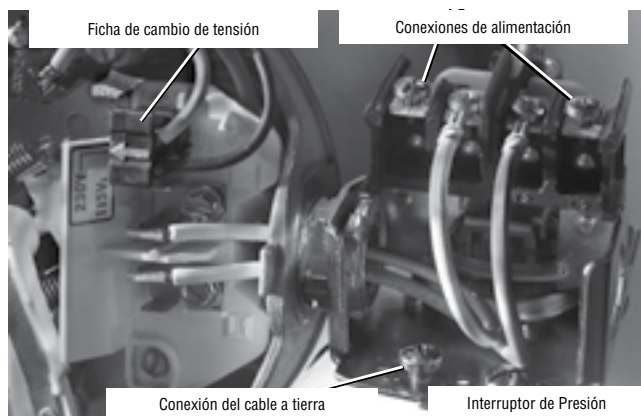

Figura 14: Tensión configurada para 230 V, tipo ficha.
4. Conecte los conductores de alimentación a los dos tornillos exteriores en el manóstató según se ilustra en el Figura 14.
5. Conecte el cable a tierra a una de las conexiones a tierra según se ilustra en la Figura 14.